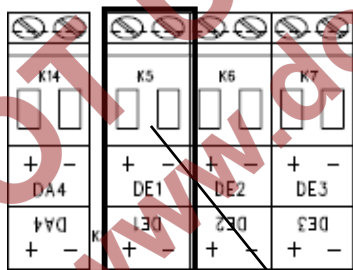

Fig. 11
1. Brancher la sortie d'impulsion du compteur de gaz à la borne « DE1 » (**1** dans Fig. 11, page 41) de l'EK280.
1. Brancher le codeur du compteur de gaz à la borne « DE1 » (**1** dans Fig. 11, page 41) de l'EK280.
1. Brancher la sortie d'impulsion HF du compteur de gaz à la borne « DE1 » (**1** dans Fig. 11, page 41) de l'EK280.